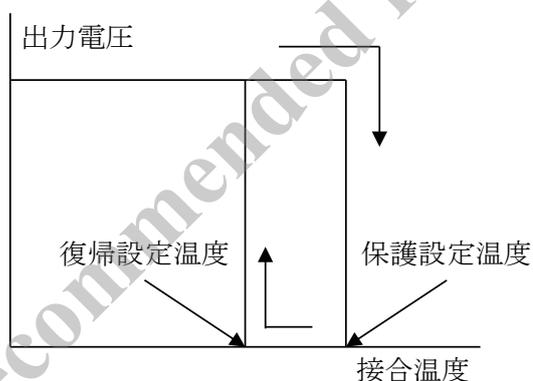

図 6
インダクタ L については 5-1-① チョークコイル L1 を参照して選定して下さい。(図 6 インダクタンス L 値選定範囲を参照)